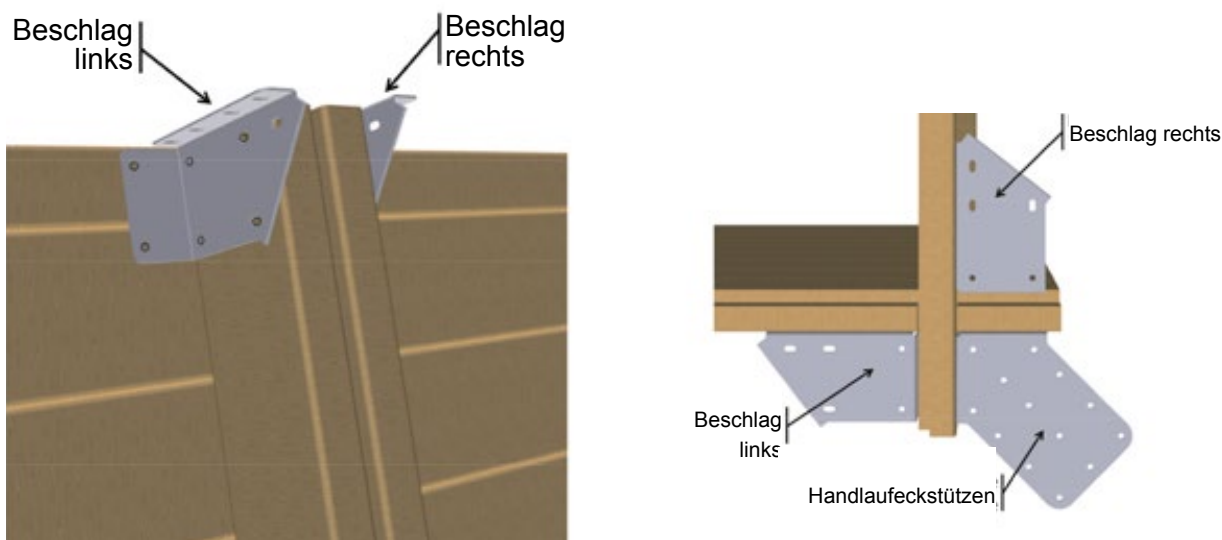

Abbildung 18 – Positionierung der Beschläge am oberen Ende der Streben Abbildung 19 – Anbringen der Beschläge in den Ecken
- Bringen Sie am oberen Ende der Streben vier «rechte» und vier «linke» Beschläge aus dem Kit «Befestigungselemente» wie in **Abbildung 18** an. Verwenden Sie 6 Torx-Gewindeschrauben 6 × 20 aus A2 Edelstahl (Pack G) pro Beschlag, also insgesamt 48 Schrauben.